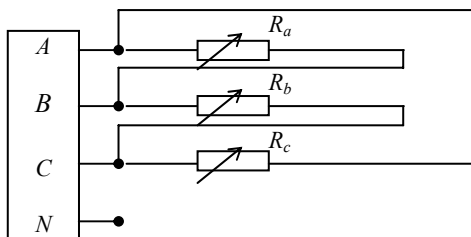

Рис. 8.3
- б) собрать схему, показанную на рис. 8.3; включить питание;